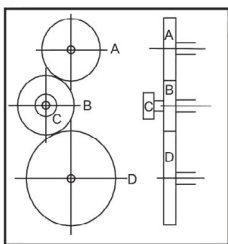

Рис.3
- ♦ рис.3 - за нарязване на резба със стъпка = 0,5 mm, използвайте положението на предавката:
- ♦ Внимателно извадете зъбните колела, за да запазите малките дюбели на валовите на мястото си и инсталирайте необходимите зъбни колела. Броят на зъбите (Z) на всяка предавка е маркиран. Монтирайте монтажните болтове, като се уверите, че монтажните шайби са монтирани на главините на зъбните колела във всеки случай.